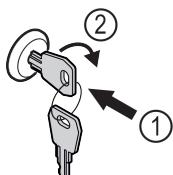

Fig. 171
- Introduceți cheia prin apăsare Fig. 171 (1).
- Rotiți cheia cu 90° în sens invers acelor de ceasornic Fig. 171 (2).